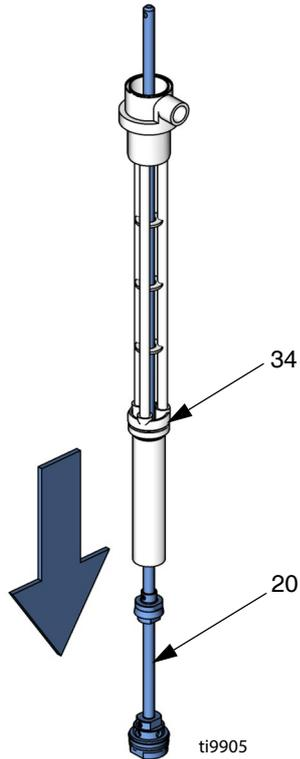

Рис. 19
7. Извлеките передаточный вал (20) из нижней части корпуса насоса (34). См. Рис. 19.